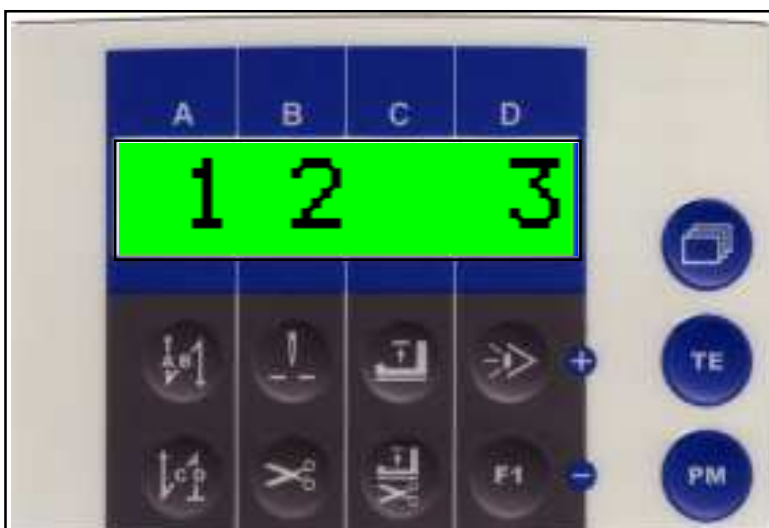

Abb. 9.9
- diese zwei Taster solange gedrückt halten, bis auf dem Display „1 2 3“ (Abb. 9.9) angezeigt wird, danach die Taster loslassen.